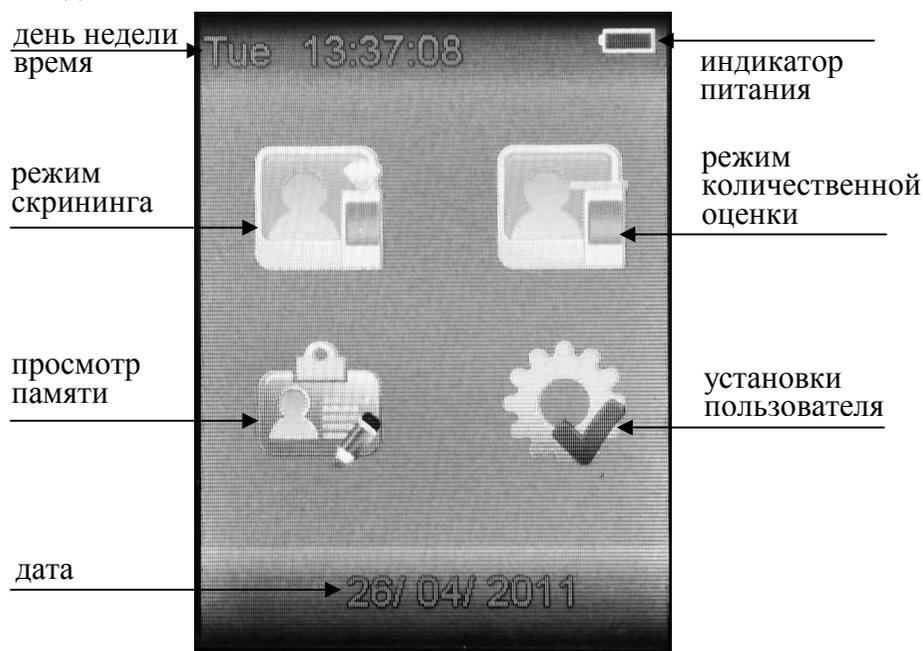

Рисунок 4 – Главное меню анализатора
Включение анализатора производится нажатием на кнопку включения/выключения, удерживая ее до звукового сигнала (1-2 секунды). При этом на дисплее появляется заставка с названием анализатора и версией программного обеспечения, затем главное меню анализатора (рисунок 4).
Для входа в меню «Установки пользователя» в главном меню анализатора (рисунок 4) выберите пункт-иконку «Установки пользователя», перемещая курсор по иконкам главного меню с помощью кнопок **A** и **B** до соответствующей, и утвердив выбор кратковременным нажатием кнопки **ВКЛ/ВЫКЛ**. На дисплее появится окно «SETTING» – меню из 5-ти пунктов:
2.7.1 Включите анализатор нажатием на кнопку **вкл/выкл**, удерживая ее до звукового сигнала (1-2 сек.). При этом на дисплее появляется заставка с названием анализатора и версией программного обеспечения, затем главное меню анализатора (рисунок 4).